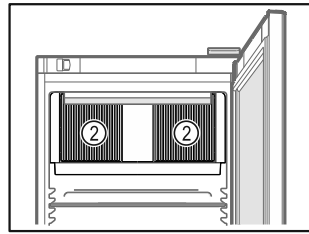

Fig. 79
- Hoidke ringlusõhupuhuri ventilatsioonipilud Fig. 79 (2) siseruumis vabad.